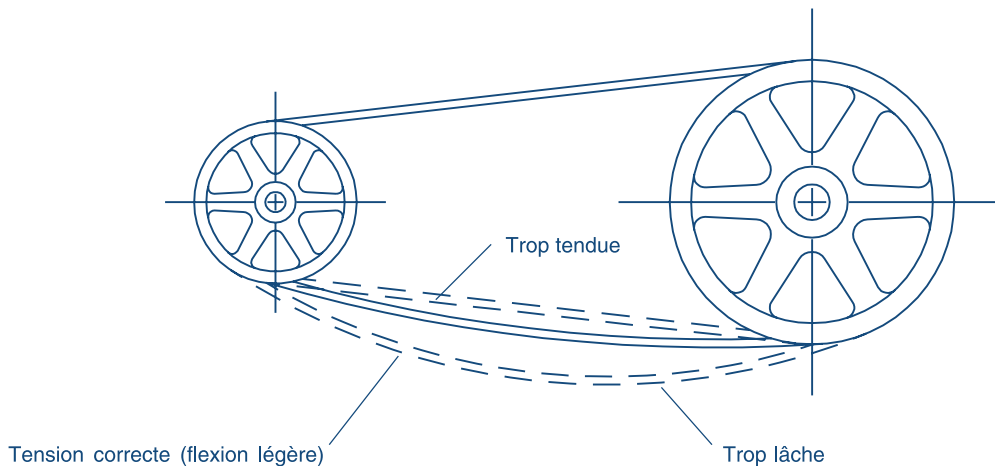

Fig. 4 Tension des courroies
- (i) Raccourcir l'entraxe entre la poulie d'entraînement et la poulie entraînée pour pouvoir glisser les courroies trapézoïdales dans les gorges des poulies sans les endommager. Pendant que les courroies sont encore lâches sur l'entraînement, tourner l'entraînement jusqu'à ce qu'un côté des courroies soit tendu, puis agrandir l'entraxe jusqu'à ce que les courroies soient bien assises (figure 4). Note: Ne jamais rouler ou forcer les courroies dans les gorges de poulies. Ceci peut les endommager et les faire tourner, les user ou même les casser. De plus, il est difficile et dangereux de les installer de telle façon. S'assurer que les tendeurs, la base du moteur et les autres dispositifs à l'aide desquels l'entraxe est ajustée ne portent aucune saleté, rouille ou autre corps étrangers. Lubrifier les vis déréglage et les rails de glissement au besoin.